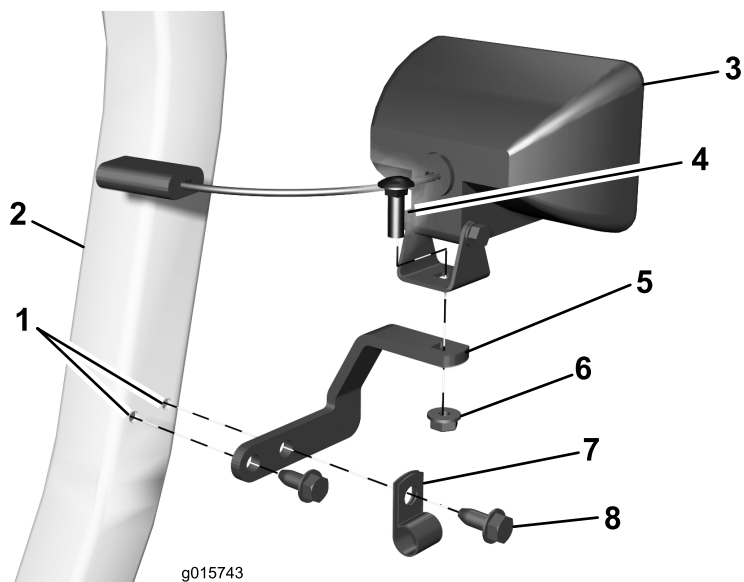

Figura 6
1. Montate il piastrino curvato sul sistema antiribaltamento come illustrato nella Figura 6. Fate passare il cablaggio attraverso il serratubi a R, quindi fissate il piastrino curvato utilizzando un serratubi a R e due bulloni flangiati autofilettanti.
2. Montate il fanale sul piastrino curvato come illustrato nella Figura 6. Fissate il fanale tramite un bullone a testa tonda e un dado flangiato (5/16 poll.).